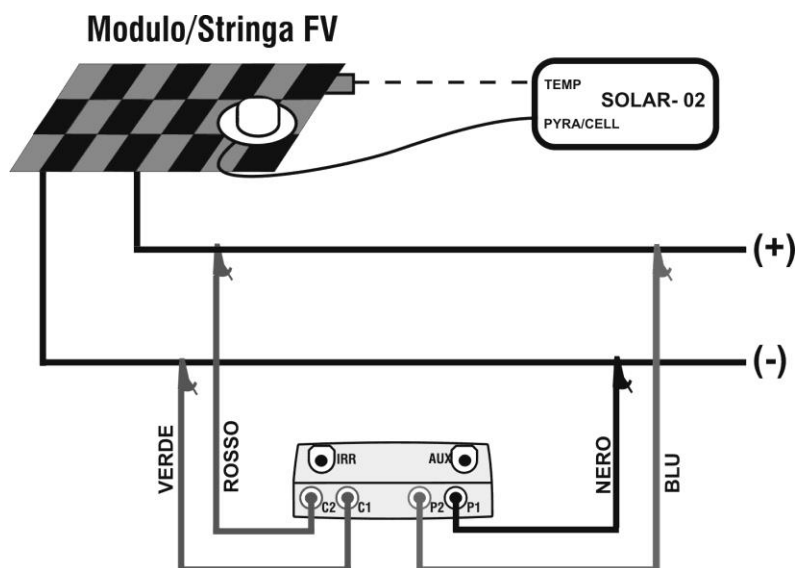

Fig. 9: Collegamento dello strumento al modulo/stringa FV
21. Collegare lo strumento al modulo/stringa in prova come mostrato nella seguente Fig. 9. In particolare collegare il polo Negativo in uscita dal modulo/stringa ai terminali P1, C1 e il polo Positivo in uscita dal modulo/stringa ai terminali P2, C2. In modalità di attivazione misura **"Auto"** è raccomandato l'uso dell'accessorio opzionale KITKELVIN